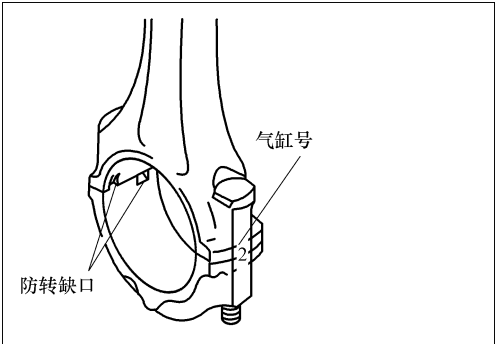

图 2-127 防转缺口
(6) 连杆盖的安装
① 安装连杆盖时，对好解体时所做的记号，安装没有记号的新件时，应使图 2-127 所示的防转缺口装在同一侧。